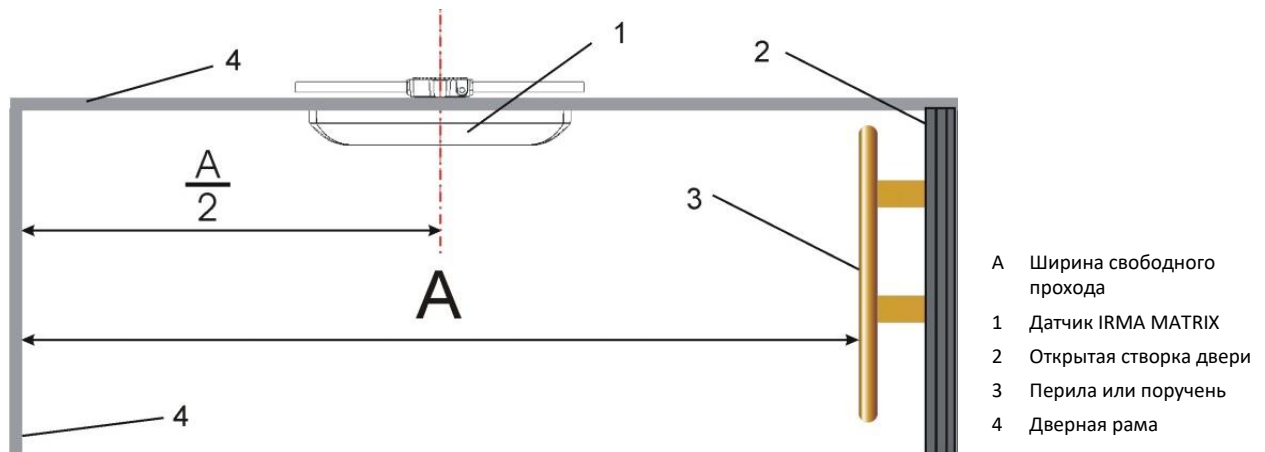

Рис. 6: Определение центра по ширине дверного прохода
В первую очередь необходимо определить ширину свободного дверного проема. При снятии размеров учитываются объекты в пространстве дверного проема (см. позицию (3) на рис. 6 на стр. 16).